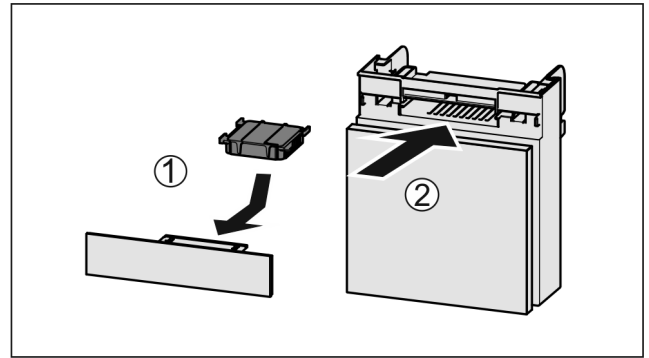

Fig. 153
- Introduceți Fig. 153 (1) filtrul de cărbune activ după cum se vede în figură.
- Împingeți Fig. 153 (2) compartimentul în interior.